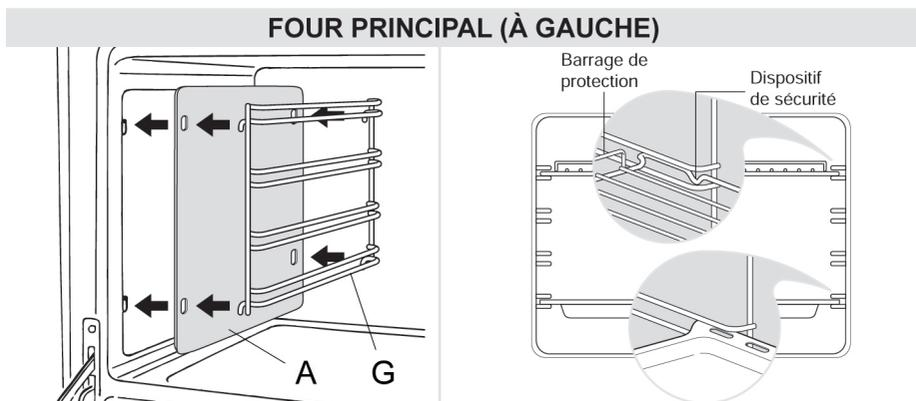

Fig. 1d
- Accrocher les châssis latéraux "G" (Fig. 1d, 1e).
- Four principal à gauche: accrocher les châssis latéraux en interposant les panneaux autonettoyants "A" (Fig. 1d).
- Enfiler au milieu des glissières des châssis latéraux la lèchefrite et la grille comme indiqué par les figures (Fig. 1d, 1e).